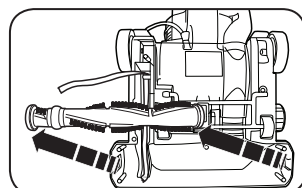

Fig. 2
2. Levante el rodillo y retire la cinta (Fig. 2).